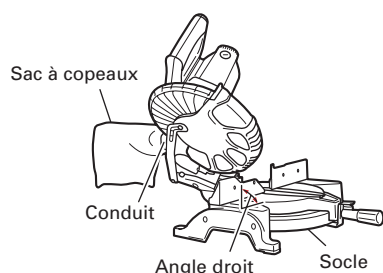

Fig. 32
(1) Si le sac à copeaux est plein, les copeaux sortent du sac quand la lame tourne. Vérifier le sac à copeaux périodiquement et le vider avant qu'il ne soit plein.
(2) Lors d'une coupe de biseau ou d'une coupe mixte, fixer le sac à copeaux à angle droit sur la surface du socle comme indiqué à la Fig. 32.